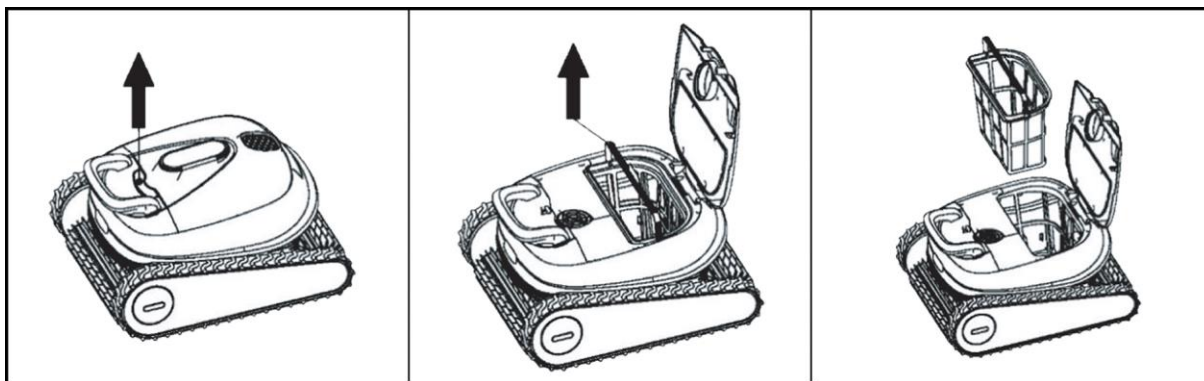

Fig. 5
- Ouvrir le couvercle et retirer le panier filtrant (Fig. 5).